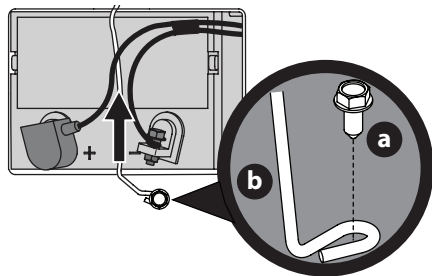

Fig. 15
- Extraiga el tornillo de cabeza hexagonal con arandela (a) que sujeta la barra de sujeción de la batería al marco (b). Luego levante la barra de sujeción (b) de la batería para liberar la batería (Fig. 15).